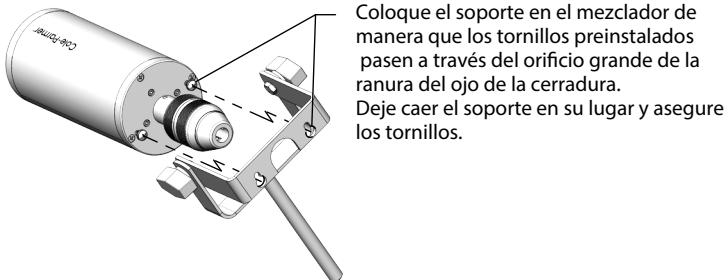

Figura 5: Instalación del soporte de montaje de inclinación ajustable
3. Apriete los tornillos para asegurar el conjunto de montaje en la posición instalada, como se muestra en la Figura 5.